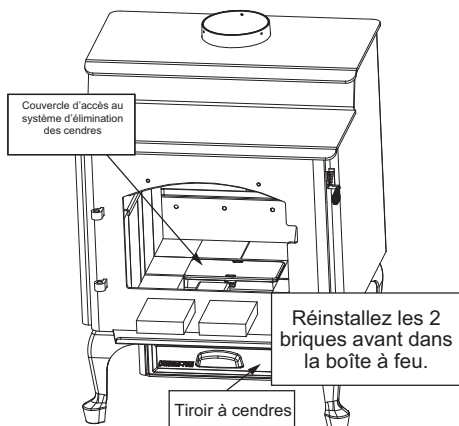

Figure 24.4
1. Remettez les 2 briques en place (**Figure 24.4**).
3. Installez le couvercle d'accès à l'ARS à l'intérieur de la rainure située à l'intérieur de la boîte à feu (**Figure 24.4**).